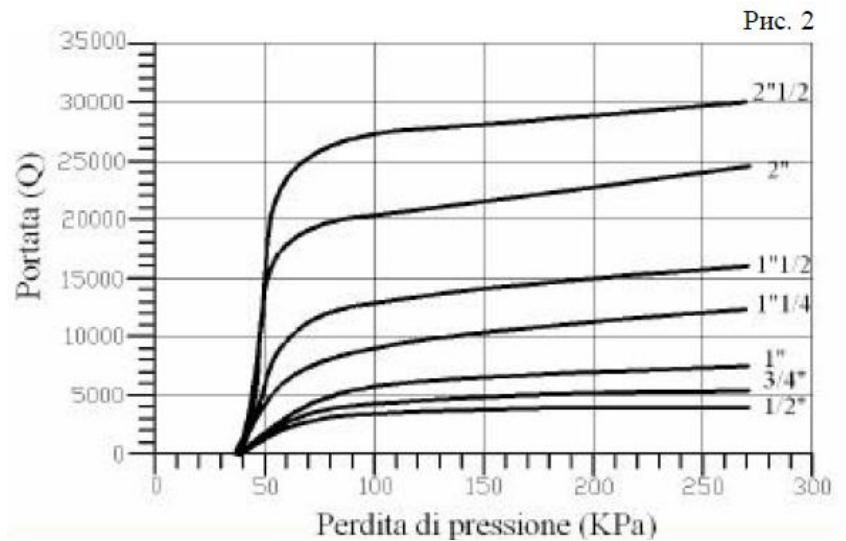

Рис. 2
При открытии крана, вентиль (1) перемещается, вниз открывая проход воде. Это происходит из-за силы давления пружины на диафрагму (2) которая в данных условиях становится преобладающей в сравнении с силой воды. При увеличении расхода воды, увеличивается проток воды внутри редуктора из-за уменьшения давления, которому обычно подвергнут вентиль (1). При открытии нескольких кранов происходит падение давления (Δp) на выходе, и последующее увеличение расхода (Q) как показано на рис. 2.